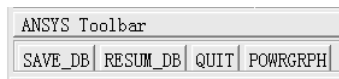

图 10-109 工具条
(3) 单击操作界面左上角工具条中的“SAVE_DB”按钮（见图 10-109），保存文件。